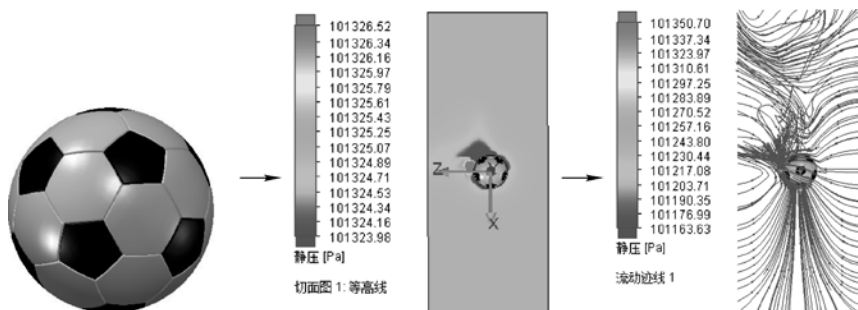

图 12-43 要分析的足球和分析效果
“香蕉球”是典型的外流分析，操作并不复杂。设置外流，为壁面添加一定的摩擦因数；并为足球模型的外表面添加一壁面运动速度以及法向的旋转速度，即可得到需要的操作效果，如图 12-43 所示。
STEP 1 打开本书提供的素材文件“足球.SLDASM”，如图 12-43 左图所示，启用“SolidWorks Flow Simulation”插件。
STEP 5 分析完成后，选择上视基准面创建距离此基准面一定距离的切面图（切面大概经过球的中心点），如图 12-43 中图所示；然后右击“流动轨迹”项，选择“插入”菜单命令，创建流动轨迹（流动轨迹的面与切面的位置相同），如图 12-43 右图所示。